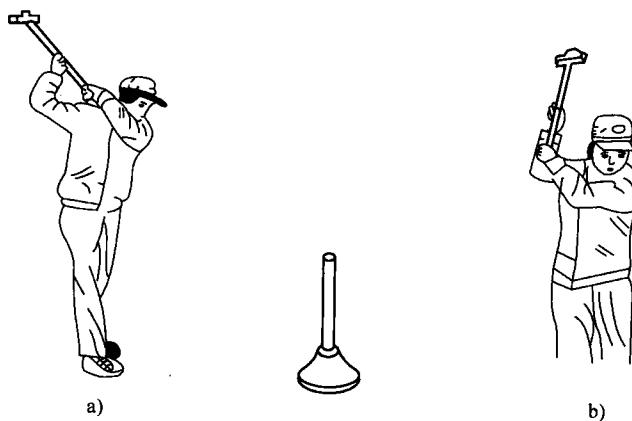

图 2-5 抱打举锤姿势
2) 起锤时, 腰身挺起, 双腿站直, 带动双臂将锤举起, 锤举起后姿势如图 2-5 所示。